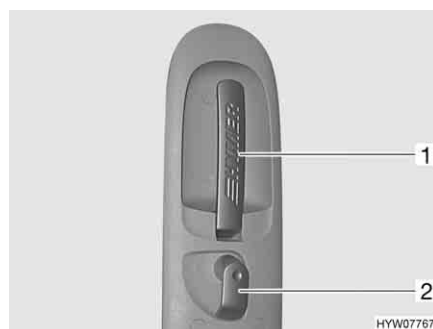

Fig. 41 Serratura della porta di ingresso, lato interno
- Tirare la maniglia (Fig. 41,1). La serratura della porta si sblocca.
- Ruotare il bottone di sicurezza (Fig. 41,2) in senso orario.